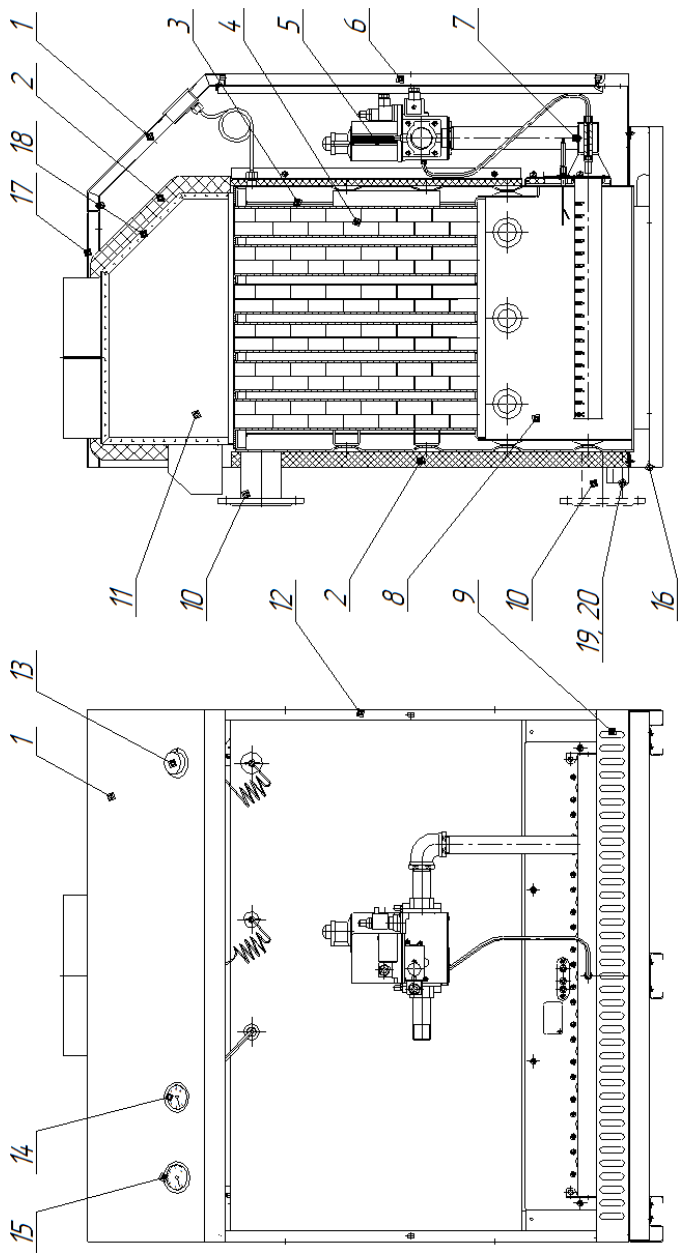
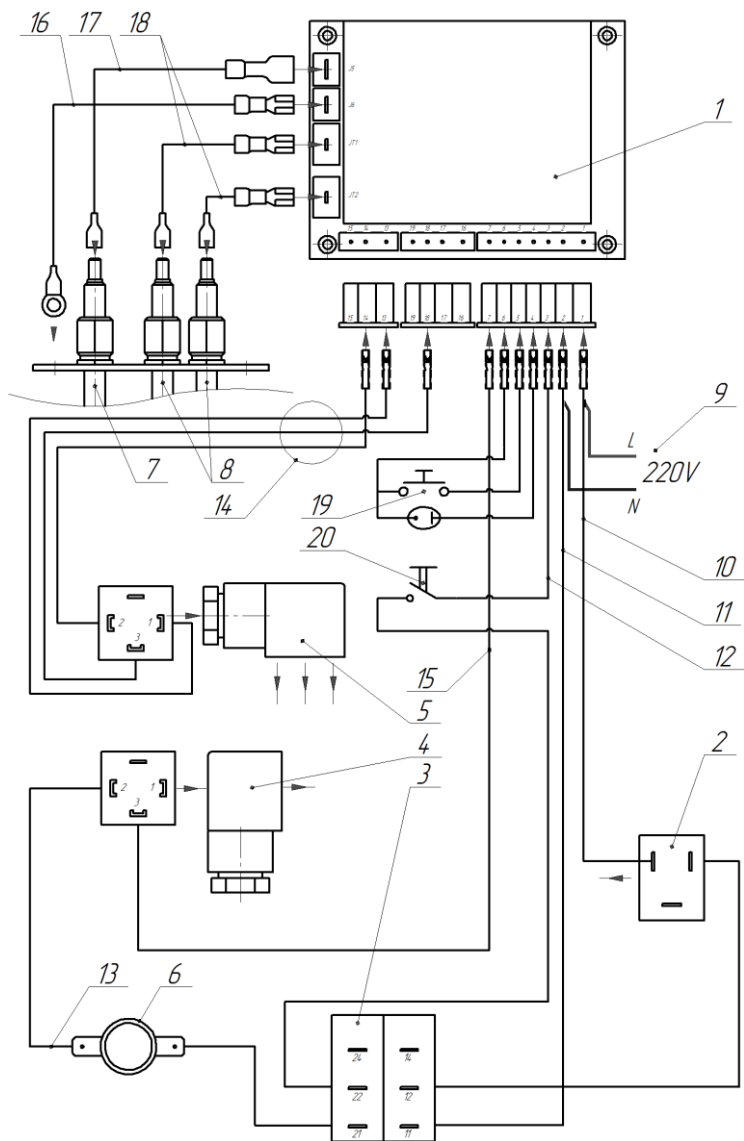
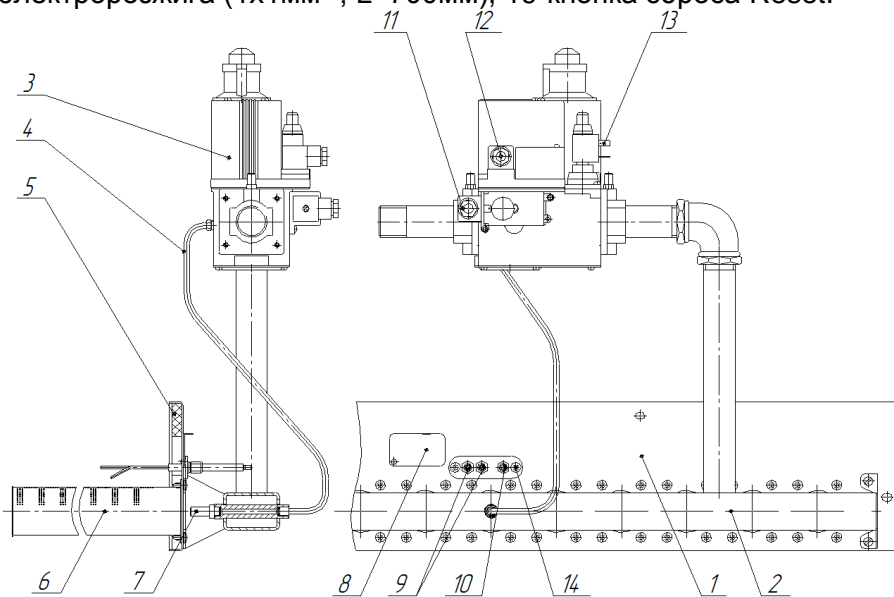

Рис.1 Устройство котла
Рис. 2 Схема электрических соединений
Рис.3 Устройство горелки котла
4.2. Нагрев теплоносителя производится путем эффективного сжигания природного газа с помощью горелки оборудованной автоматикой безопасности (рис.3).
5.1. Котел выполнен в виде напольного шкафа прямоугольной формы. Лицевая сторона закрыта дверкой (поз.6 рис.1) обеспечивающей доступ к горелке для обслуживания. Теплообменник (поз.3 рис.1) представляет собой прямоугольный блок с вертикальными каналами, каждый канал омывается теплоносителем. Теплообменник сообщается с водоохлаждаемой топкой (поз.8 рис.2). В топке размещается газогорелочное устройство (поз.7 рис.1), позволяющее получить газоздушную смесь и качественно её сжечь. На панели горелки (поз.1 рис.3) закреплены газораспределитель (поз.2 рис.3) с соплами и газовым клапаном (поз.3 рис.3), с другой стороны изоляция и газогорелочные трубы – насадки (поз.6 рис.3), над ними датчик пламя и электрод розжига. Горячие продукты сгорания под воздействием разрежения в дымоходе котла поднимаются через вертикальные каналы и нагревают
теплоноситель, который циркулирует по системе отопления. Чтобы увеличить отдачу тепла и КПД в каждый канал установлен турбулизатор (поз.4 рис.1). В нижней части котла имеется воздухозаборник (поз.9 рис.1). Корпус котла обложен с четырёх сторон утеплителем и облицован металлическими панелями. Облицовочные панели перед установкой покрывают защитно-декоративным покрытием.
5.2. Под крышкой (поз.17 рис.1) Расположен дымоход, (дымовая камера) задняя часть которого открыта снизу, что позволяет свободно проникать в дымовую камеру, а затем в трубу дымоотводящего канала порции воздуха, который разбавляет отходящие продукты сгорания, уменьшая их температуру. При этом происходит снижение разрежения в трубе дымоотводящего канала, следовательно и в топке котла. Указанный вход в дымовую камеру выполняет функции тягостабилизатора. На этом же входе установлен датчик тяги (поз.6 рис.2). Датчик следит за повышением температуры отходящих газов, что вызывает уменьшение или исчезновение разрежения в дымовой камере.
5.4. Управление газовым клапаном осуществляет электронный контроллер DMN Brahma (поз.1 рис.2) со встроенным трансформатором розжига.
1-Контроллер, 2-штепсель для подключения к клапану второй ступени (соединяется с поз.13 рис.3), 3-двухступенчатый термостат (соответствует поз.13 рис.1), 4-трехштырьковой штепсель для подключения к реле минимального давления (соед. с поз.11 рис.3), 5-трехштырьковой штепсель для подключения к клапану первой ступени (соед. с поз.12 рис.3), 6-
датчик тяги, 7-электрод ионизации (соот. поз.10 рис.3), 8-электрод розжига (соот. поз.9 рис.3), 9-провод подключения питания (2x0,75 мм2, L=4000мм), 10-провод подключения питания на вторую ступень двухступенчатого термостата (1x0,75мм2, L=300мм), 11- провод подключения клапана второй ступени (2x0,75мм2, L=670мм), 12-провод подключения термостата к контроллеру (1x0,75мм2, L=330мм), 13-провод подключения датчика тяги (2x0,75мм2, L=2000мм), 14-провод подключения клапана первой ступени (3x0,75мм2, L=650мм), 15-провод подключения реле минимального давления к контроллеру(1x0,75мм2, L=600мм), 16-провод массы электророзжига (1x1мм2, L=700мм), 17-провод электрода ионизации (1x1мм2, L=700мм), 18-провод трансформатора электророзжига (1x1мм2, L=700мм), 19-кнопка сброса Reset.
8.5. Смесительно-распределительный узел системы «теплый пол» (поз.5 рис.3) позволит более четко контролировать температуру теплоносителя во всех ветках системы.
- 8.10. Для заполнения и подпитки системы к обратному трубопроводу подвести трубопровод от водопровода холодной воды с установкой вентиля (поз.11 рис.3).
- 8.11. При первом заполнении системы по показанию манометра (поз.15 рис.2) наберите давление 0,05-0,1 МПа, при работе и нагреве котла это число возрастет.
10.2. Убедитесь, что клавиша включения переведена в позицию «0», а рукоятка регулятора температуры (поз13 рис.1) находится в положение OFF, далее подключите провод питания к сети. Откройте газовый кран на опуске газопровода.
10.6. Прогрейте котел до температуры 60-700С, её отслеживайте по показаниям термометра (поз.14 рис.1).